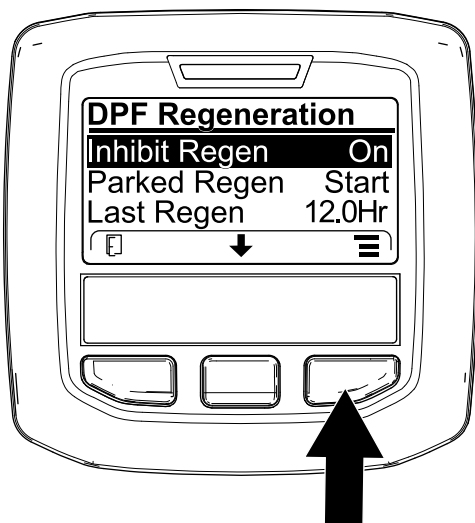
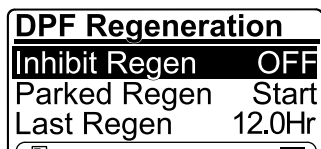

Figura 35
Figura 36
În jos la opțiunea INHIBIT REGEN (Inhibare regenerare) i apăsai butonul din dreapta pentru a selecta accesarea Inhibit Regen (Inhibare regenerare) (Figura 35).
2. Apăsai butonul din dreapta pentru a schimba setarea de inhibare a regenerării de la Pornire la Oprire (Figura 35) sau de la Oprire la Pornire (Figura 36).